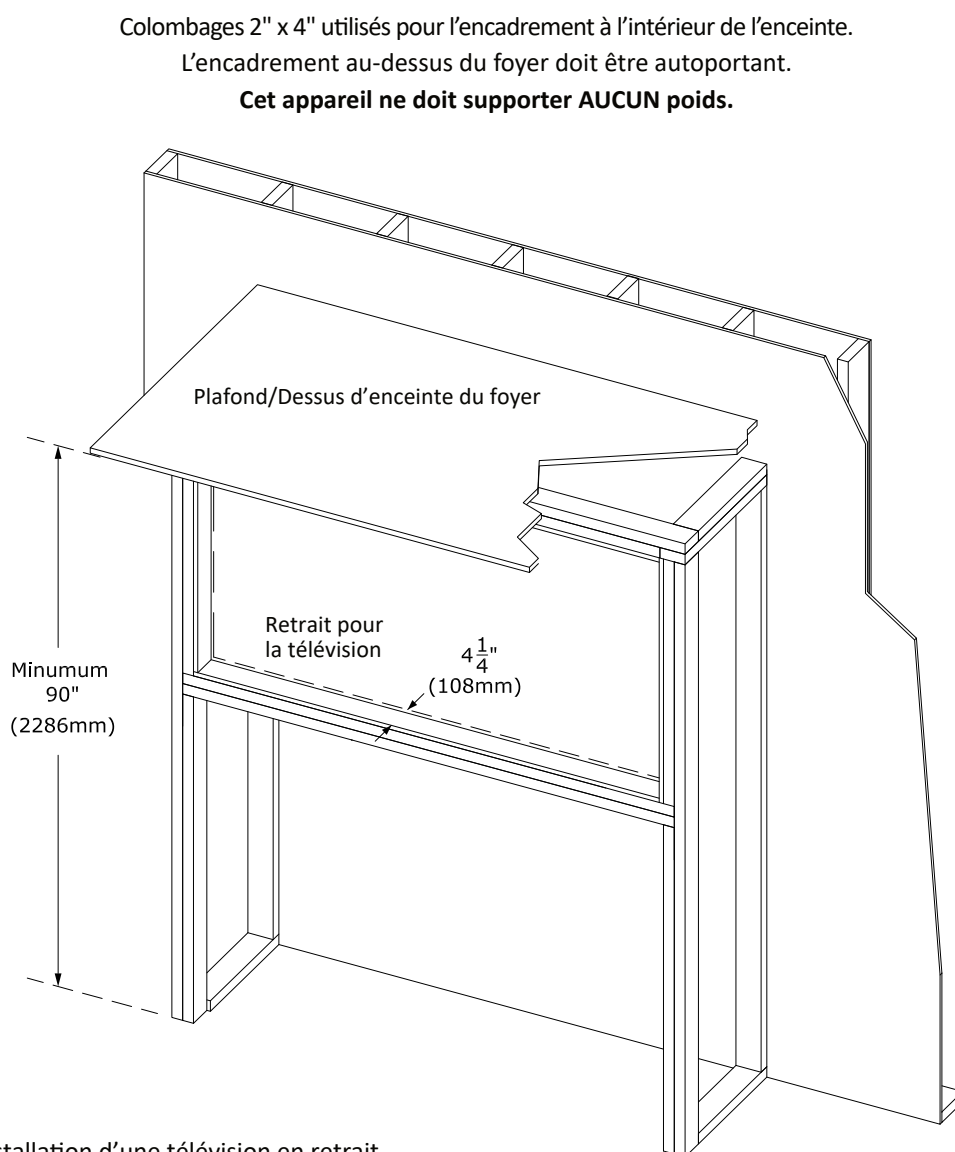

Figure 4.2 - Installation d'une télévision en retrait
- Le retrait de 4-1/4 po (108 mm) est mesuré de la face avant des colombages d'encadrement 2" x 4" à la face arrière du matériau de finition de la cavité en retrait, tel que montré à la Figure 4.2.